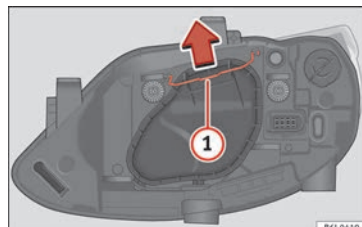

Abb. 176 Ablend- / Fernlicht im Halogen-Scheinwerfer
- Verschieben Sie die Strebe » Abb. 176 (1) in Pfeilrichtung und nehmen Sie den Deckel ab. »
- Verschieben Sie die Strebe » Abb. 176 ① in Pfeilrichtung und nehmen Sie den Deckel ab.